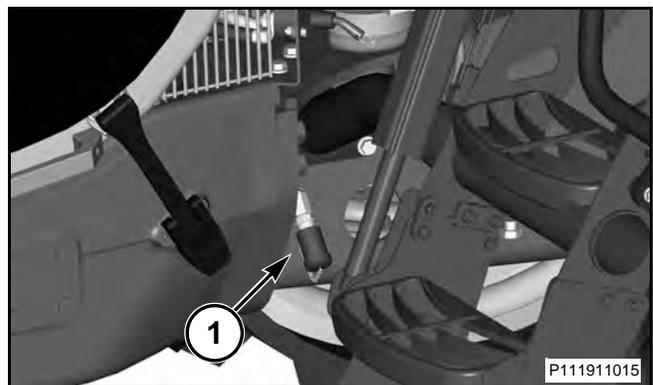

FIG. 156
FIG. 156: El acoplador (1) para conexión de la manguera de aire está situado en el riel del bastidor delantero derecho. Este acoplador está disponible en máquinas equipadas con un compresor de aire y un tanque de aire. Use este acoplador únicamente para uso de servicio ligero.